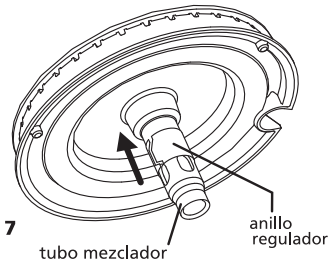

fig. 7
- b) Si en su quemador está incorporado el tubo mezclador. Para su regulación, retire las parrillas superiores y los quemadores; luego deslice el anillo regulador hacia arriba de modo que aumente la entrada de aire. (fig. 7)